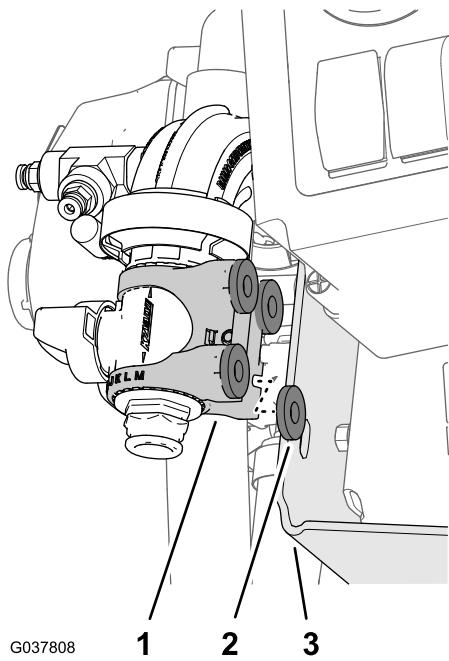

Figura 91
3. Alinhe as quatro anilhas (5/16 x 13/4 pol.) entre o suporte de nylon da válvula de corte da flange e a montagem da válvula (**Figura 91**).